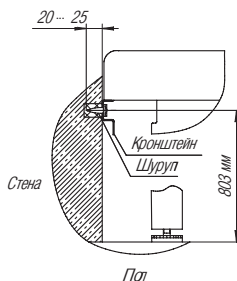

Рисунок 6
**Рисунок 6а — Сборка подставки**